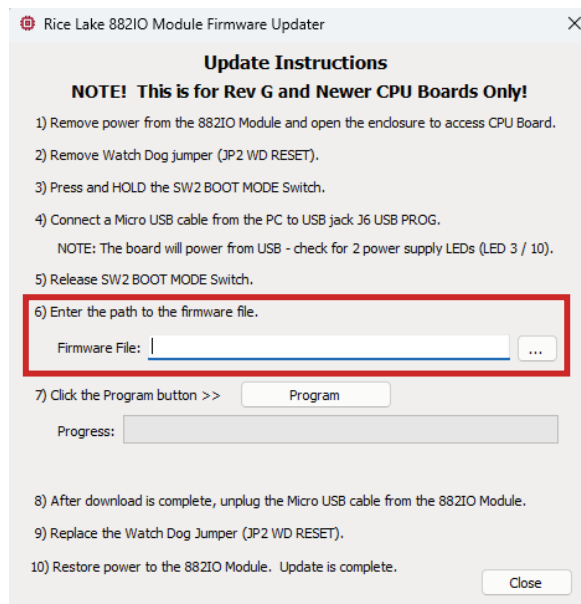

Figure 3-2. Fenêtre Rice Lake 882IO Module Firmware
- Sélectionner le bouton « ... ». Faire défiler et sélectionner le fichier du micrologiciel (voir Figure 3-2).